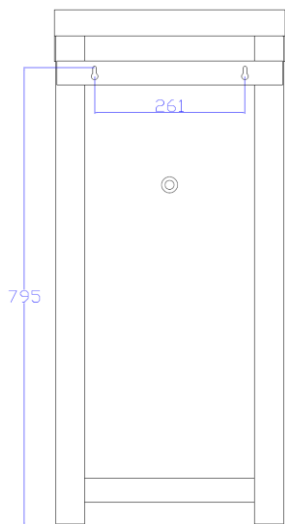

Fig. 5
- Mesurez correctement la distance entre ces trous et la hauteur de ceux-ci par rapport au sol et marquez-la sur le mur (Fig. 5).